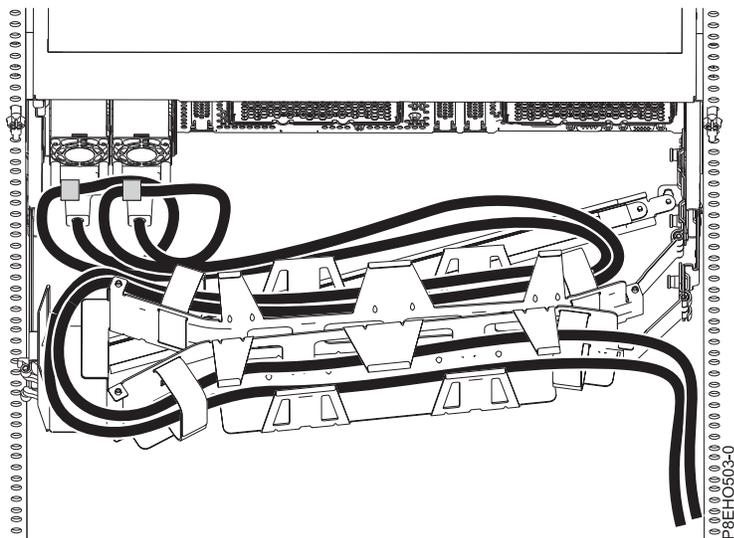
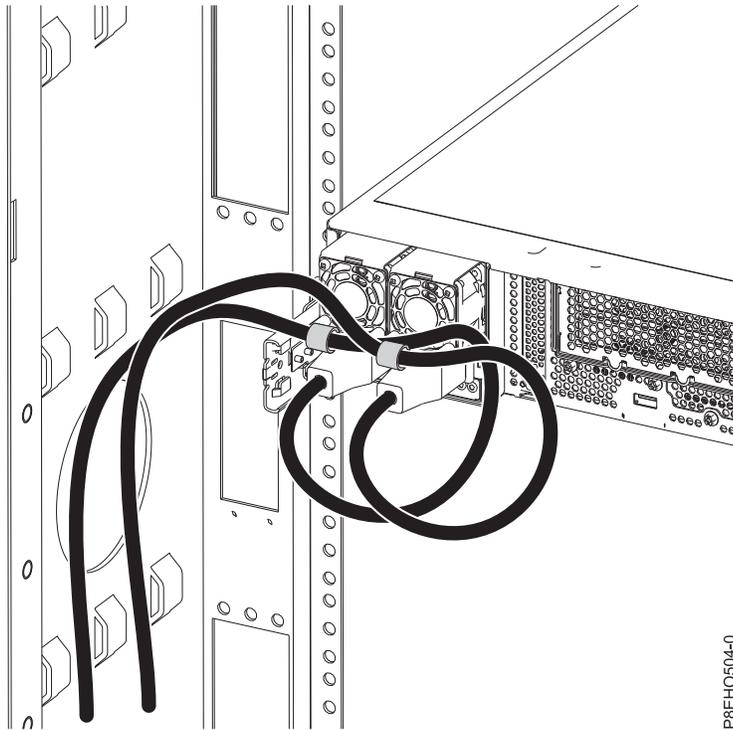

図 69. ケーブル・マネジメント・アームで配線する電源コードのループ：電源コードは反時計方向にループして右側に配線します。
図 70. 側壁に沿って配線する電源コードのループ：電源コードは反時計方向にループして左側に配線します。
3. 電源コードにラベルを付け、電源装置ハンドルから切り離します。電源コードを電源装置のハンドルに留めている面ファスナーを外します。電源コードがどのようにループしているかに注意してください。電源コードを再接続するときに、同じループにする必要があります。ループには 2 つのタイプがあり、図 69 と 114 ページの図 70 に詳しく示しています。